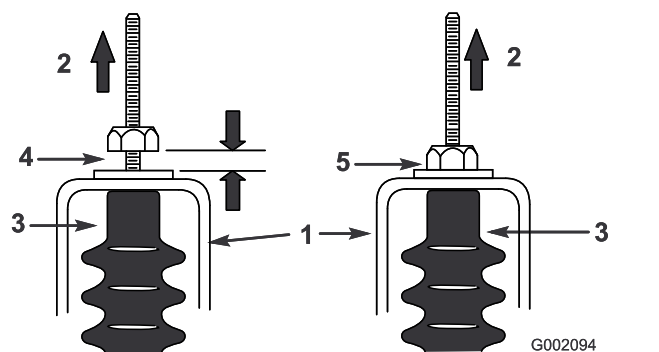

Рисунок 62
5. Потяните вверх каждый трос переключения передач, чтобы убедиться в наличии зазора от 0,76 до 1,52 мм между гайкой/шайбой и кронштейном нейтрала (Рисунок 62).